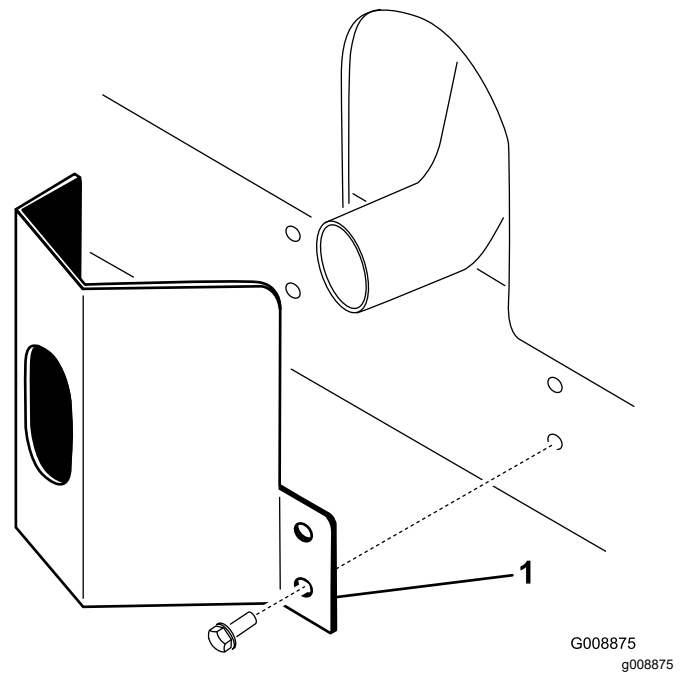

**Bild 10**
8. Setzen Sie die Schraube in den anderen Arm der Halterung des Motorhaubenriegels, um den Riegel zu arretieren (Bild 10). Ziehen Sie die Schraube (nicht die Mutter) an.